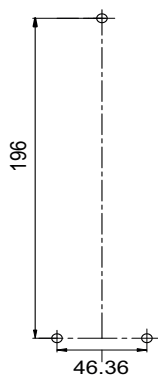

Fig 1
1. Fixer l'AXIS T8123-E/T8124-E avec les trois vis. Voir Fig 1 (Les trous de vis sont marqués 1,2,3)